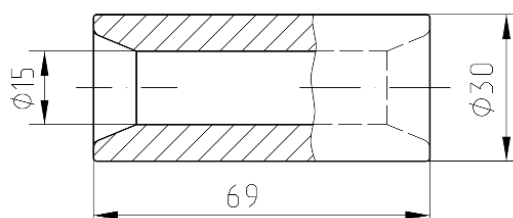

Рис.19. Поршневой палец
**Поршневой палец** (рис.19) – трубчатого сечения, плавающего типа, при работе двигателя свободно вращается в бобышках поршня и втулке шатуна. Осевое перемещение пальца ограничивается стопорными кольцами. Палец изготовлен из стали SCM420H и для увеличения твердости и износостойкости наружная поверхность пальца подвергнута цементации. Поршневые пальцы по наружному диаметру на размерные группы не делятся. Масса пальца  $272 \pm 1,5$  г.